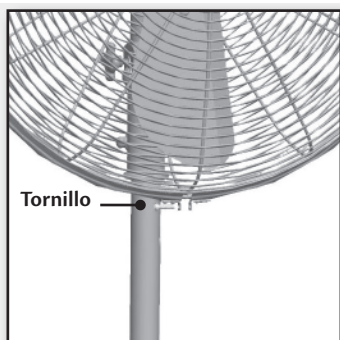

Figura 16
10. Apriete el tornillo para asegurar el anillo de la rejilla sobre las rejillas frontal y trasera. Figura 16.